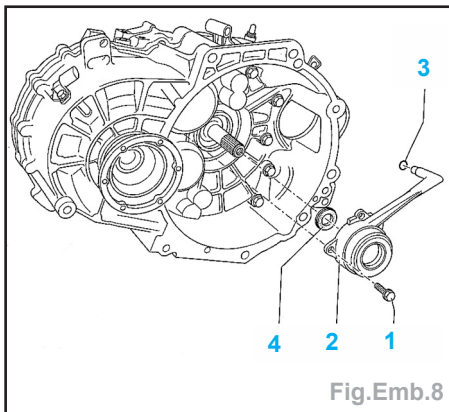

Fig.Emb.8
- Déposer les vis de fixation (1) de l'ensemble cylindre récepteur / butée (2) puis dégager ce dernier (Fig.Emb.8).